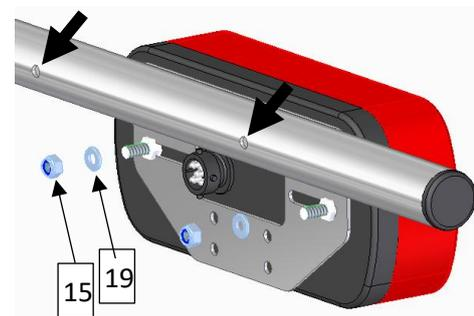

Abbildung 8
Danach können die Leuchten an den Blechen montiert werden - die Leuchte mit dem weißen Rückfahrlicht (3) auf der Beifahrerseite und die Leuchte mit der roten Nebelschlussleuchte (4) auf der Fahrerseite. Die Kennzeichenbeleuchtung (seitliches weißes Glas an den Leuchten) muss Richtung Kennzeichen zeigen (siehe Bild unter Punkt 7). Stecken Sie die Gewinde durch die Langlöcher und sichern Sie sie jeweils mit einer Unterlegscheibe (19) und einer Sicherungsmutter (15) (max. 6Nm - siehe Abb. 8).
Danach können Sie die Stangenhalter (21) in die sechs Löcher auf der Rückseite des Rohrs drücken. Kleben Sie die Reflektor-Aufkleber jeweils auf den Kunststoffstopfen an den Rohr-Enden (ebenfalls sichtbar auf Abb. 8 ganz rechts).